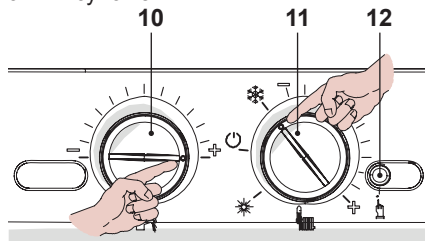
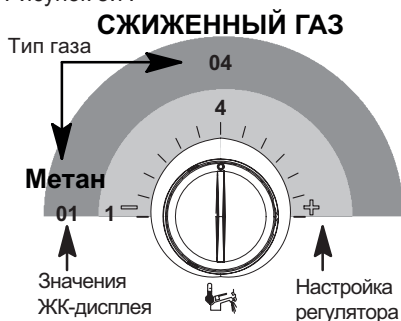
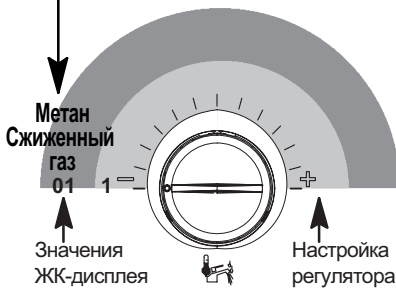

Рисунок 8.2
Рисунок 8.7
Рисунок 8.11
- Установите переключатель функций 10 и регулятор температуры горячего водоснабжения 11, как показано на рисунке, см. Рисунок 8.2.
- Чтобы настроить тип газа, войдите в режим программирования, нажав и удерживая в течение 15 секунд кнопку перезапуска 12 (Рисунок 8.2), пока на ЖК-дисплее не появится параметр **P01**. На ЖК-дисплее последовательно отобразятся следующие символы (параметр **P01** будет загораться поочередно с --- --).
- Нажмите кнопку перезапуска 12, см. Рисунок 8.2, и пролистайте параметры до **P05**, предназначенного для настройки типа газа. На ЖК-дисплее последовательно отобразятся следующие символы (параметр **P05** будет загораться поочередно с **01**).
ние метаном (G20), установите регулятор 10, см. Рисунок 8.2, как показано на рисунке Рисунок 8.7.
- Нажмите кнопку перезапуска 12, см. Рисунок 8.2, и пролистайте параметры до **P06**, предназначенного для настройки типа газа (второго уровня). На ЖК-дисплее последовательно отобразятся следующие символы (параметр **P06** будет загораться поочередно с **01**).
- Чтобы изменить настройку, поверните регулятор температуры в системе горячего водоснабжения 10, см. Рисунок 8.2, и установите его в выбранное положение, см. также Рисунок 8.11.